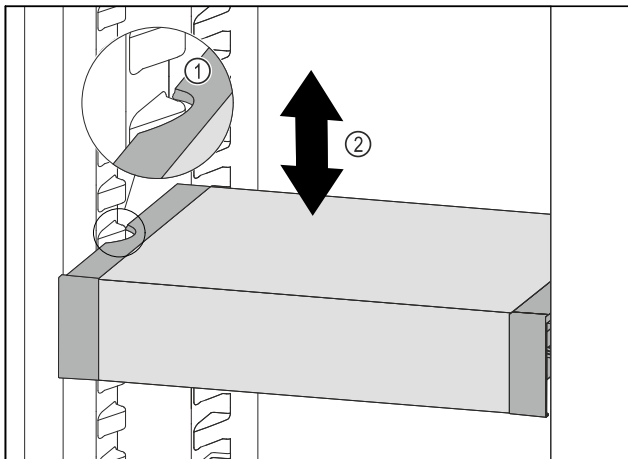

Fig. 106
- ▶ Tirare VarioSafe in avanti fino a quando le cavità laterali di VarioSafe non si trovano al livello della nervatura del contenitore nel vano frigorifero. Fig. 106 (1)
- ▶ Spostare VarioSafe verso l'alto o verso il basso nel vano frigorifero fino a raggiungere l'altezza desiderata. Fig. 106 (2)